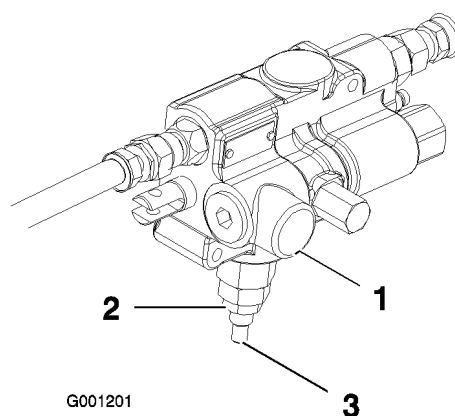

Figura 13
4. Afloje la contratuerca de la parte inferior de la válvula de elevación (Figura 13). La válvula de elevación está situada en el lado derecho de la máquina.